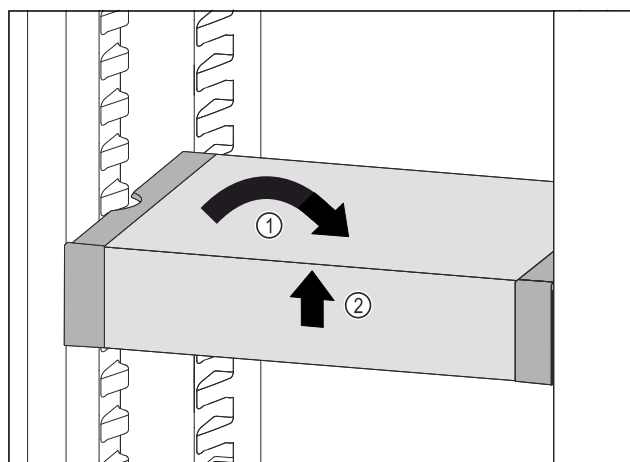

Fig. 151
- Remettre le VarioSafe droit. Fig. 151 (1)
- Soulever la partie avant du VarioSafe. Fig. 151 (2)